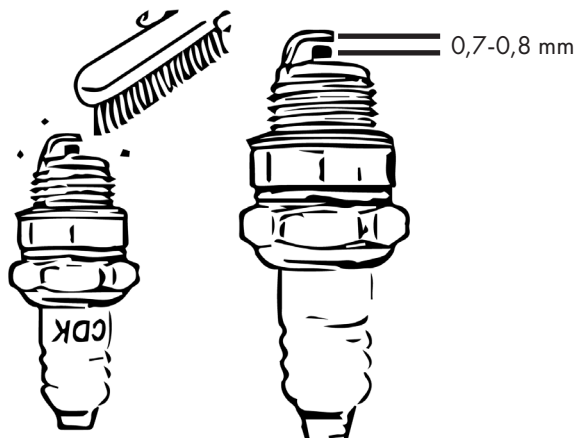

Bild 25
- Avlägsna avlagringar på tändstiftet. Se bild 25.
- Ställ in elektrodavståndet till ett målvärde på 0,7-0,8 mm. Se bild 25.